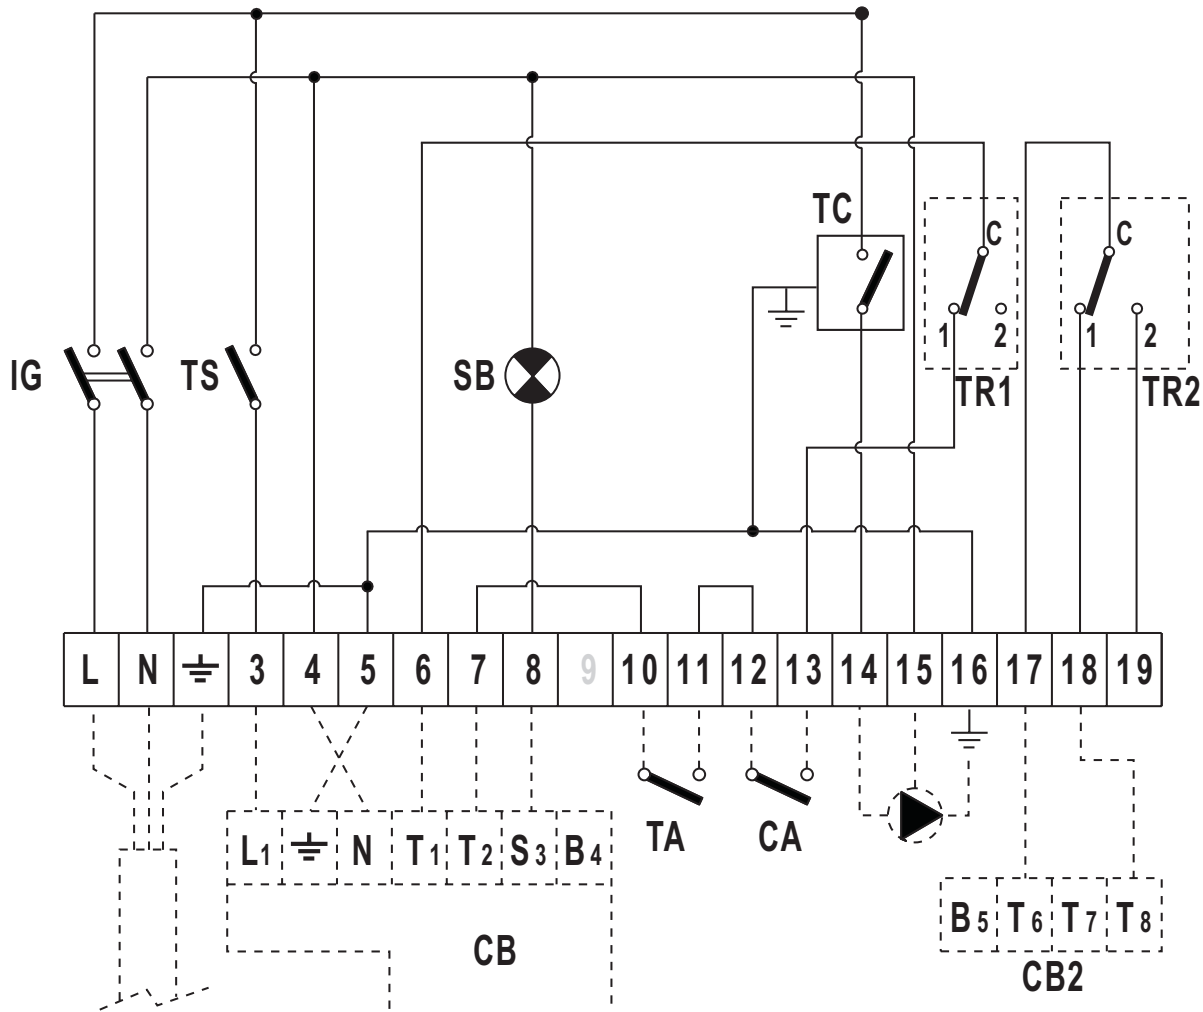

fig. 5 - Esquema eléctrico del panel de control 0Q2K14XA
Esquema de la caja de conexiones eléctricas (fig. 5)
- 0Q2K14XA** – Panneau de contrôle thermostatique 2 étages avec recirculation haute température (fig. 5)